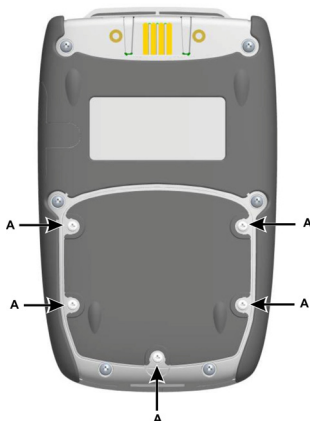

Figura 1. Vista trasera
1. Retire los cinco tornillos Pozidriv (A) (consulte la Figura 1, Vista trasera).